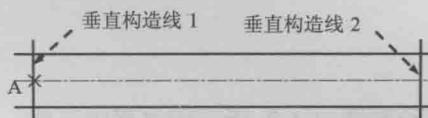
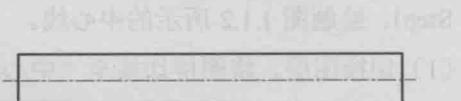

图 1.1.4 垂直构造线
图 1.1.5 修剪图形
Step3. 创建图 1.1.4 所示的垂直构造线。
(1) 创建图 1.1.4 所示的垂直构造线 1。选择下拉菜单 **绘图(D)** → **构造线(T)** 命令, 在命令行中输入字母 V 并按 Enter 键 (即选择“垂直”选项), 在图 1.1.4 所示的 A 点处单击, 按 Enter 键结束命令。
(2) 创建图 1.1.4 所示的垂直构造线 2。选择下拉菜单 **修改(M)** → **偏移(O)** 命令, 在命令行中输入偏移距离值 400 后按 Enter 键, 选取垂直构造线 1 为偏移对象, 在其右侧的空白区域单击, 以确定偏移方向, 按 Enter 键结束命令。
Step4. 修剪图形。选择下拉菜单 **修改(M)** → **修剪(T)** 命令, 选取图 1.1.4 所示的四条构造线后按 Enter 键, 单击要修剪的部分, 按 Enter 键结束命令。结果如图 1.1.5 所示。